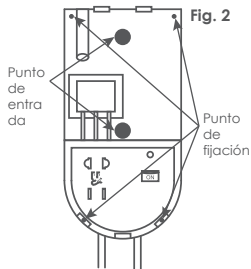

Fig. 2
2. Presente el soporte en la pared y marque la pared con un lápiz a través de los puntos de fijación que se muestran en la Fig. 2.